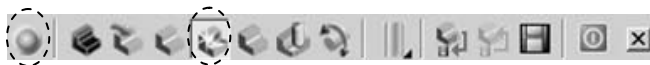

图 1-28 仿真设置
3) 粗加工仿真: 在 PowerMILL 资源管理器中, 右击粗加工刀具路径“d16r1-cjg”, 在弹出的快捷菜单条中选择“自仿真开始”选项, 系统会自动将该刀具路径加入到仿真控制工具栏中, 准备仿真切削。接着, 在 ViewMILL 工具栏中(图 1-28), 单击开/关 ViewMILL 按钮、光泽阴影图像按钮, 绘图区转换到仿真切削环境。